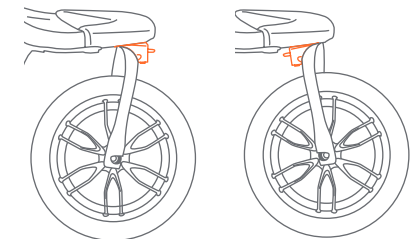

Fig. 14a
- 14) •** La rueda delantera están equipadas con un mecanismo de bloqueo de giro y enganchar hacia adelante o hacia atrás (Fig. 14a).